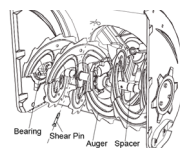

Рис. 27
- Шнек крепится к спиральному валу двумя срезными штифтами и шплинтами. Если шнек будет бить по инородному предмету или льду, снегоочиститель сконструирован таким образом, что штифты могут срезаться (Рис. 27).